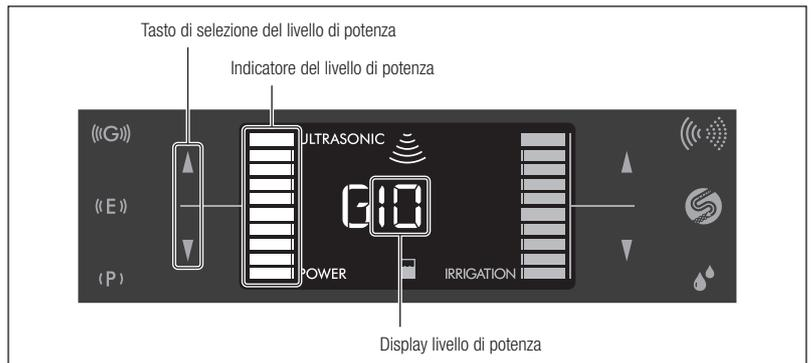

Fig. 21
- 2) Toccare il tasto di selezione del livello di potenza (▲/▼) per impostare il livello di potenza. Il display livello di potenza e l'indicatore del livello di potenza aumentano o diminuiscono in base al livello selezionato (Fig. 21).